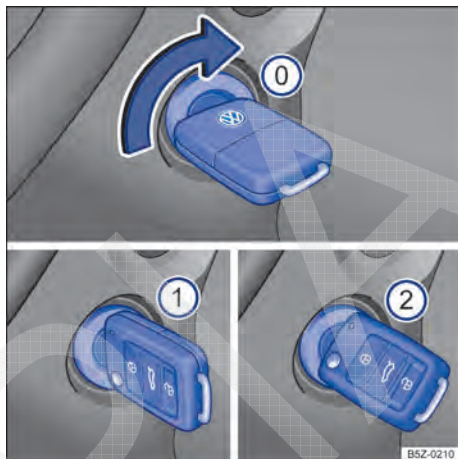

Fig. 92 Ao lado do volante, à direita: posições da chave do veículo no cilindro da ignição.
Posições da chave do veículo → Fig. 92
4.	Girar a chave do veículo no cilindro da ignição para a posição → Fig. 92 ① para ligar a ignição. Nesse instante a
6.	Girar a chave do veículo no cilindro da ignição para a posição → Fig. 92 ② para dar partida no motor – não acelerar. Caso a etapa 5 não seja respeitada, a luz de controle ☞ irá piscar indicando a necessidade de interromper o procedimento de partida e repeti-lo após retornar a chave para a posição → Fig. 92 ① e aguardar aproximadamente 10 segundos.
5.	Girar a chave do veículo no cilindro da ignição para a posição → Fig. 92 ①.